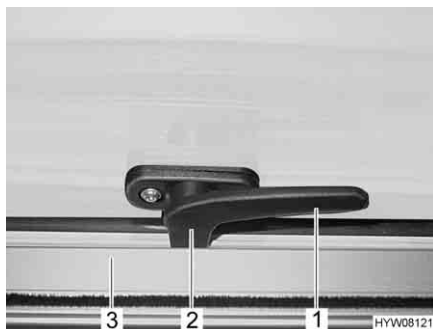

Fig. 48 Leva di serraggio in posizione "Chiuso"
- Ruotare la leva di serraggio (Fig. 48,1) di un quarto di giro verso il centro della finestra.
- Ruotare la leva di serraggio (Fig. 48,1) di un quarto di giro verso il telaio della finestra. Il nasello di chiusura (Fig. 48,2) si trova sul lato interno della chiusura della finestra (Fig. 48,3).